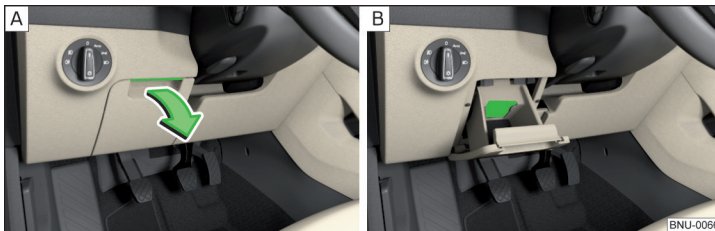

Fig. 95 Deschiderea compartimentului de depozitare/suportului pentru hărți
- Pentru **deschidere**, ridicați mânerul și deschideți compartimentul în sensul săgeții » fig. 95 - **A**.
În compartimentul de depozitare se află un suport pentru hărți » fig. 95 - **B**.